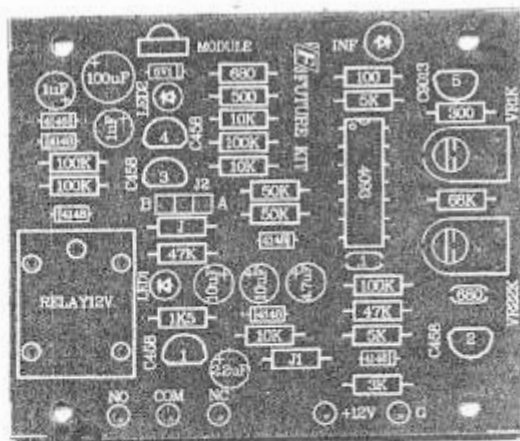

Рис. 3. Монтажная схема
3. Установите все детали согласно рис. 3 в следующей последовательности: сначала малогабаритные, а потом все остальные элементы. Припаяйте панельку микросхеме, а по окончании сборки установите в панельку микросхему.